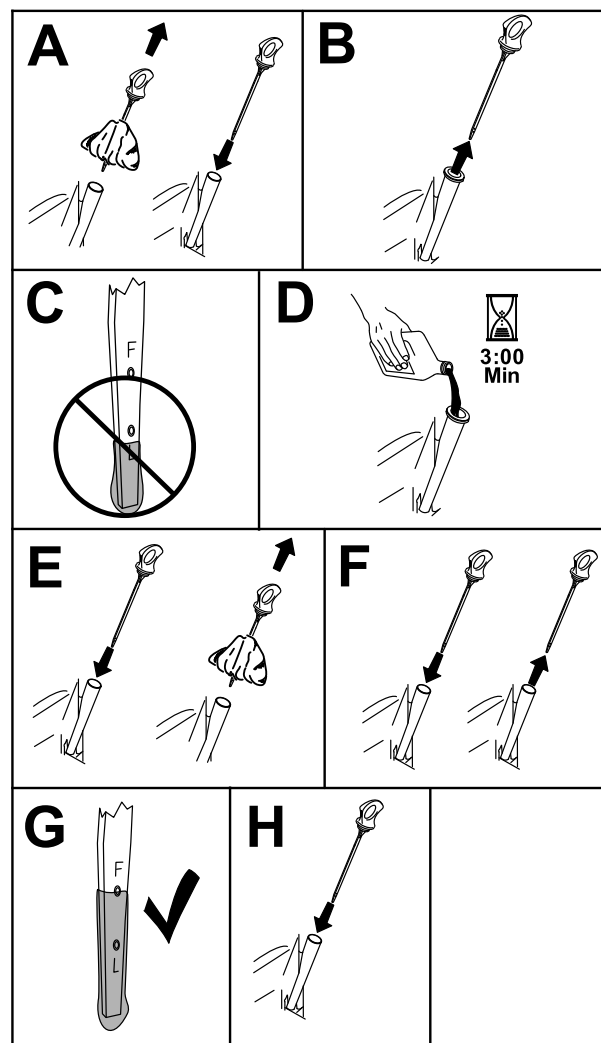

Bild 41
3. Reinigen Sie den Bereich um den Öfüllstutzendeckel bzw. den Peilstab vor dem Abnehmen, damit kein Schmutz oder Schnittgut usw. in den Motor gelangt (Bild 41).